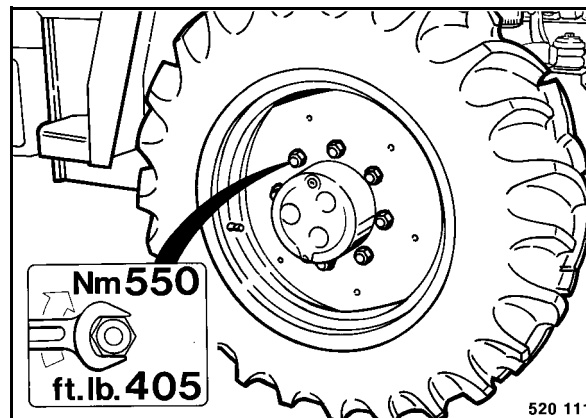

Fig. 141
- Reapretar las tuercas de las ruedas (Fig. 141) en cruz.